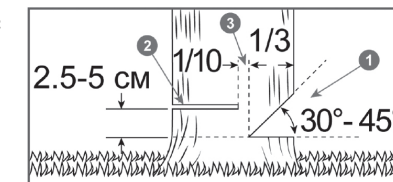

Рис. 15 Расположение запила, пропила и недопила
6. Начните пилить с той стороны дерева, куда оно должно упасть (Рис. 15). Сделайте запил 1 с той стороны, куда должно упасть дерево, глубиной примерно 1/3 диаметра ствола и под углом от 30 до 45 градусов (Рис. 15). Линия
7. Сделайте основной валочный пропил 2 с противоположной стороны, выше основания запила на 2,5-5 см. Между основным пропилом и запилом должен оставаться недопил 3 примерно 1/10 диаметра ствола. Вставьте своевременно клин в пропил. Недопил 3 действует как шарнир и позволяет контролировать падение дерева (Рис. 15).
ПРЕДУПРЕЖДЕНИЕ! Ни в коем случае не допиливать до конца недопил 3 (Рис. 15), так как вы не сможете контролировать направление падения дерева. Когда дерево начинает падать, заглушите двигатель бензопилы, положите ее на землю и быстро отойдите по пути отхода.